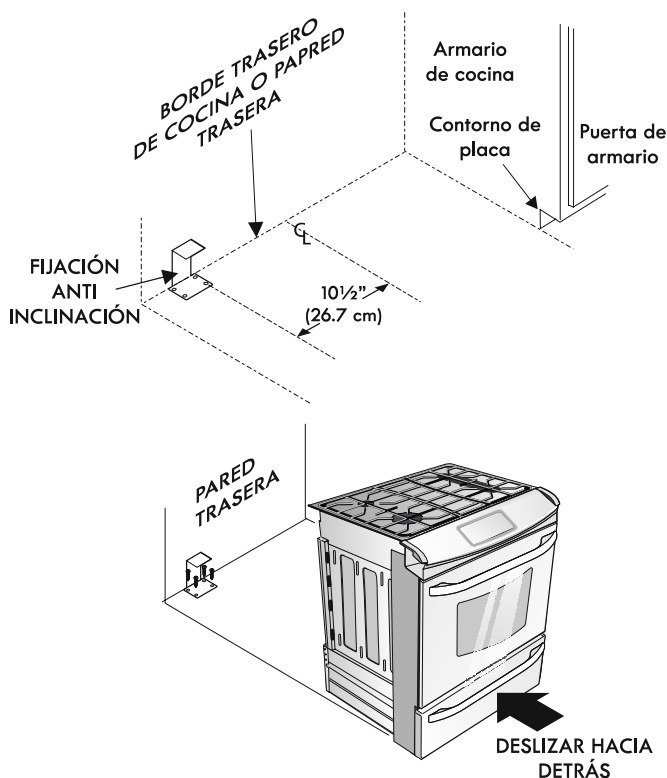

Figura 21
2. Desplegar el molde de papel y colocarlo alisado sobre el piso con el vértice posterior derecho posicionado exactamente en la intersección de las líneas central y posterior dibujadas anteriormente. (Si no se dispone de un molde, usar el diagrama incluido a continuación para ubicar las ménsulas (Figura 21)).
6. Deslice la cocina hacia su lugar asegurándose que la pata de centro trasera está completamente segura con el soporte anti-inclinación (Figura 21). Baje la cocina ajustando las 4 patas de nivelación hasta que la plancha de cocinar está apoyada en el mostrador. Refiere a la "Nivelación de la cocina".